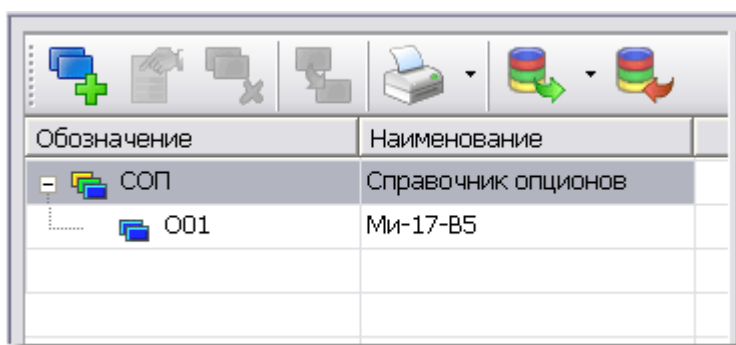

Рис. 13
2. В поле **Наименование** введите название раздела справочника, например «Ми-17-В5», и нажмите на кнопку ОК. Обозначение и наименование созданного раздела появятся в дереве справочника (Рис. 13).